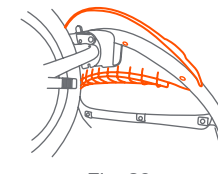

Fig. 26a
- 26) • Alinee el guardabarros delantero y presiónelo en el armazón delantero (Fig. 26a).